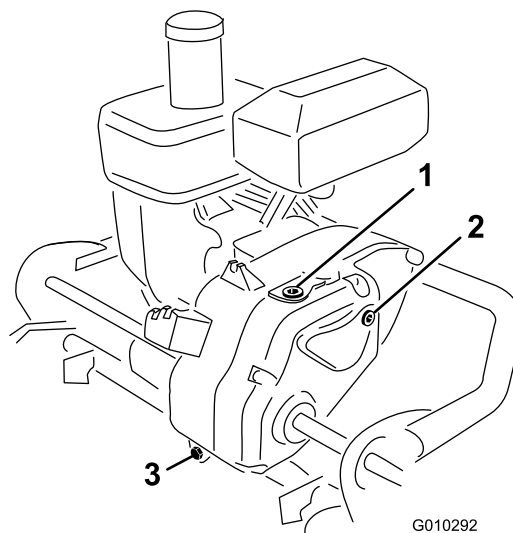

Figure 34
2. Retirez le bouchon de contrôle du côté droit de la transmission (Figure 34).